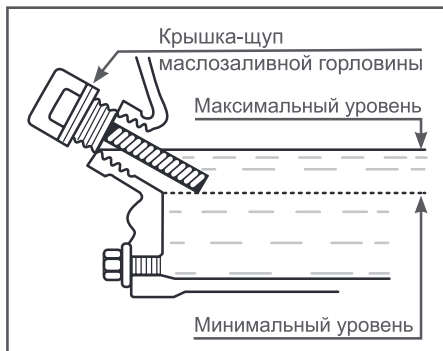

Рис. 12 Проверка уровня масла в картере
Максимальный уровень масла в картере соответствует нижней кромке заливного отверстия (Рис. 12).
- Аккуратно извлеките щуп и осмотрите его. Уровень масла должен соответствовать верхней отметке на щупе. При недостаточном уровне масла в картере необходимо долить чистое масло до верхней отметки на щупе, что соответствует нижней кромке заливного отверстия (Рис. 12).